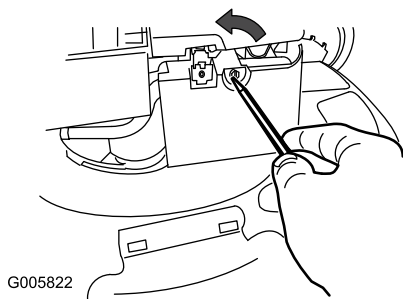

Figura 17
1. Aprite il coperchio del filtro dell'aria con un cacciavite (Figura 17).